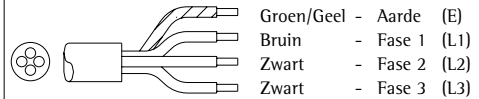
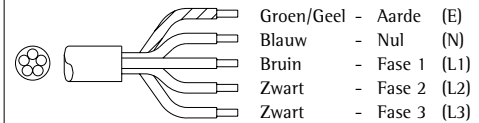

fig. 4
fig. 5
- (fig.4) Bij 220V-240V 3 fase (4 aderige kabel).
- (fig.5) Bij 380V-415V 3 fase/nul (5 aderige kabel).
Het 4 of 5 aderige netsnoer (fig. 4/fig. 5) heeft de volgende adercodes: